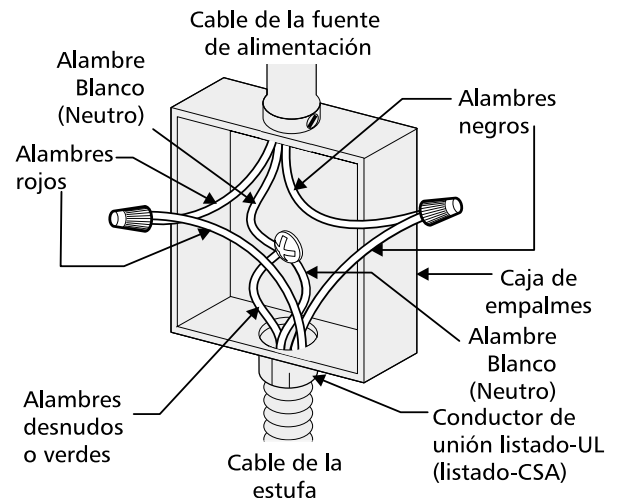

Figura 2 - Sistema eléctrico (ejemplo: caja de empalmes) de 3 alambres (a tierra neutral)
Donde los códigos locales permitan la conexión del conductor de gabinete-puesta a tierra con el alambre neutro (blanco) de la caja de empalmes (vea figura 2)
2. En el disyuntor, caja de fusibles o la caja de distribución: conecte el artefacto y los cables de la residencia como se muestra en la figura 2.